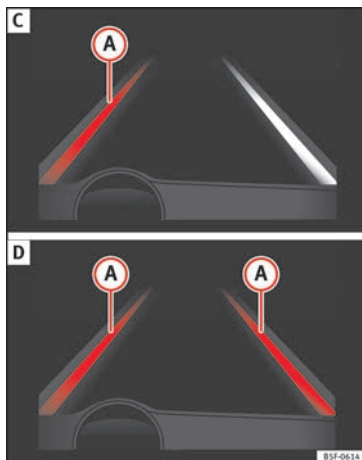

Fig. 218 Sul display del quadro strumenti: indicazione sul display del dispositivo di assistenza per il mantenimento della corsia (esempio 2).
- Il dispositivo è operativo, la linea evidenziata **A** indica il rischio di oltrepassare involontariamente la linea di demarcazione della corsia e sta agendo sullo sterzo per correggere la traiettoria » **fig. 218 C**.
- Le due linee evidenziate **A** si accendono contemporaneamente quando entrambe le linee di demarcazione della corsia sono state rilevate e la funzione di guida adattativa nella corsia è attiva » **fig. 218 D**.